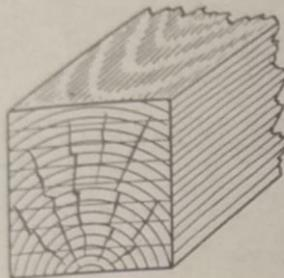
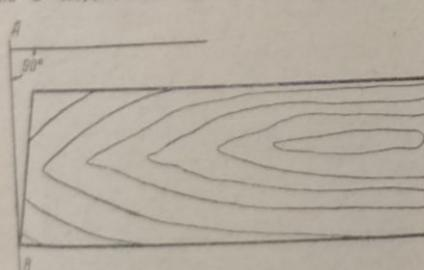
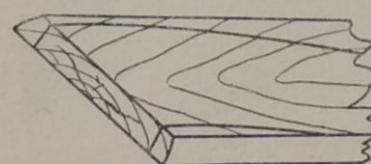
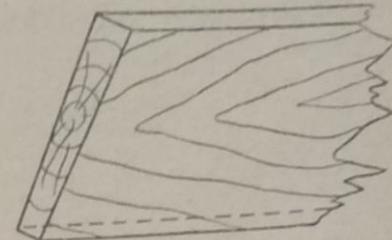

Рис. 1. Неровный, ступенчатый пропил в торцах
Рис. 2. Оторцовка не под прямым углом
Рис. 3. Неправильная обрезка кромок по ширине
Рис. 4. Конусообразный распил
1) неровный, ступенчатый пропил в торцах и по пласти деталей (рис. 1), 2) оторцовка не под прямым углом (рис. 2, вид в плане), 3) неправильная обрезка кромок по ширине (рис. 3), 4) конусообразность распила по толщине (рис. 4).
пильного диска, вследствие чего получается нечистая обработка (рис. 1).
Перечисленные недостатки дают при обрезке брак, показанный на рис. 2.
В ребровых станках отсутствует необходимое направление дощечки при распиловке, так как направляющая стенка слишком коротка. Кроме того, станок не имеет угловой установки параллельно плоскости конуса пилы. Это вызывает зажим передней части распиливаемого материала и срезание его на конус (рис. 4).
В обрезных станках также имеются конструктивные недостатки. Неправильный обрез кромок, показанный на рис. 3, объясняется быстрой выработкой втулок питающих валиков, запрессованных в сплошные боковые кронштейны станины. Отрегулировать втулки на ходу нет возможности, и поэтому перекос посыпочных валиков вызывает длительную остановку станка для ремонта.